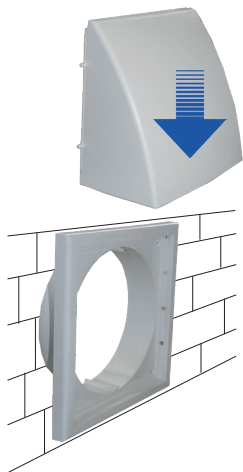

fig.4
- 5 Montare la parte superiore della griglia. (vedi fig.4)